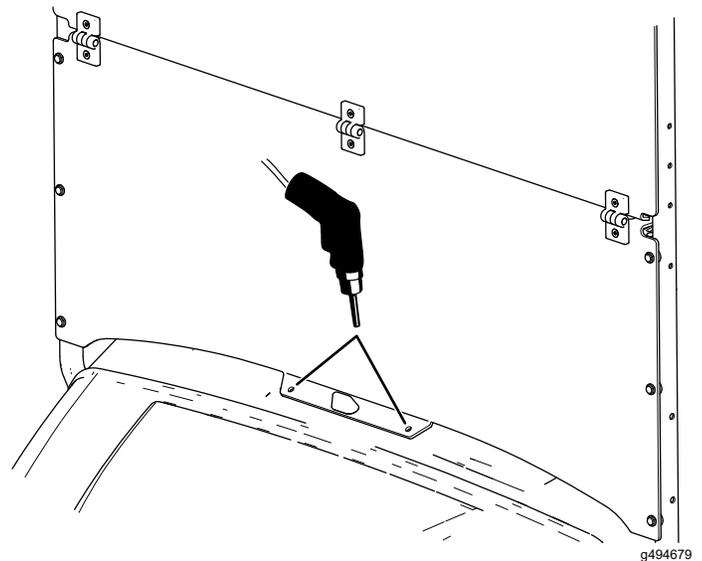

图 9
- 使用风挡作为模板在仪表板上钻 2 个 8mm 直径的孔图 9。